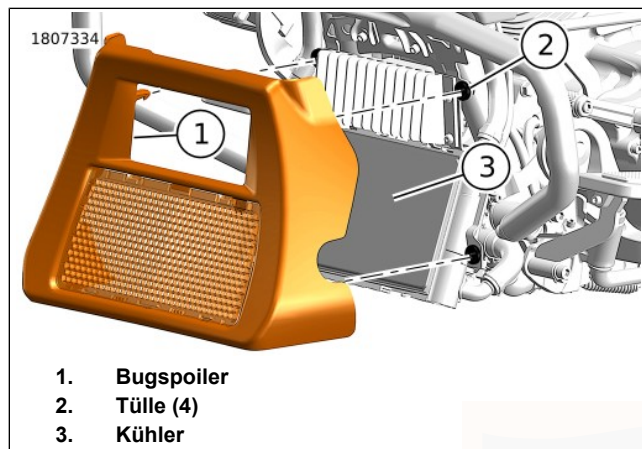

Abbildung 112. Bugspoiler
1. Siehe Abbildung 112. Bugspoiler ausbauen.
- b. Den Bugspoiler (1) gerade nach vorne ziehen.
2. Ablagerungen von den Kühlerlamellen (3) entfernen.
- c. Die Hakenstifte am Bugspoiler auf die Tüllen (3) ausrichten.